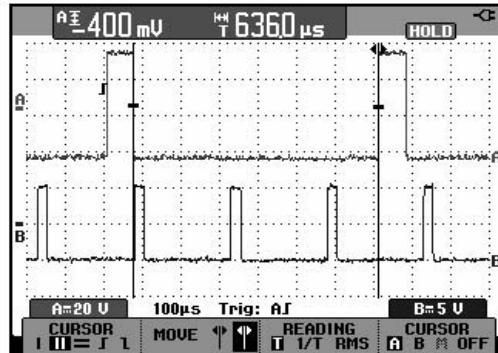

图 25. 使用光标进行时间测量
- 屏幕上将显示两个光标间的时间差以及两个标记间的电压差。（参见图 25）。